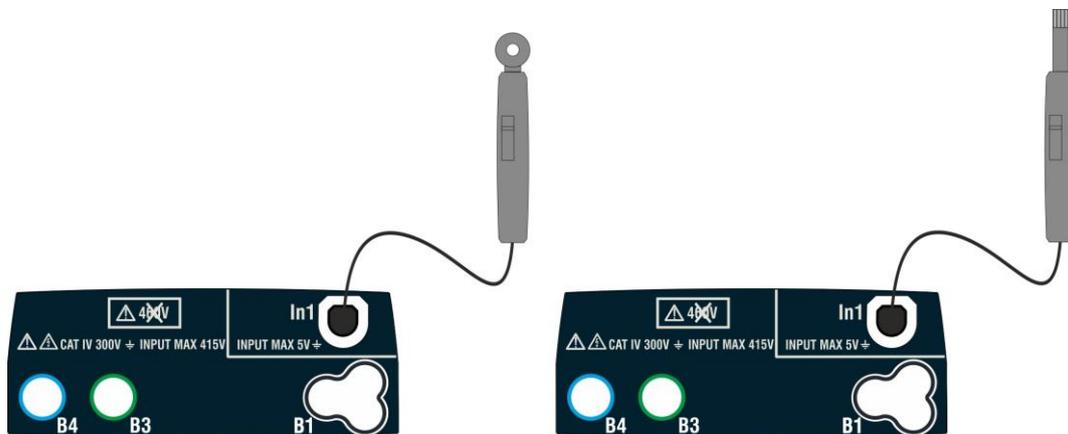

Fig. 39: Misura parametri ambientali con sonde esterne
3. Inserire nell'ingresso ausiliario **In1** il trasduttore necessario alla misura desiderata come mostrato nella Fig. 39